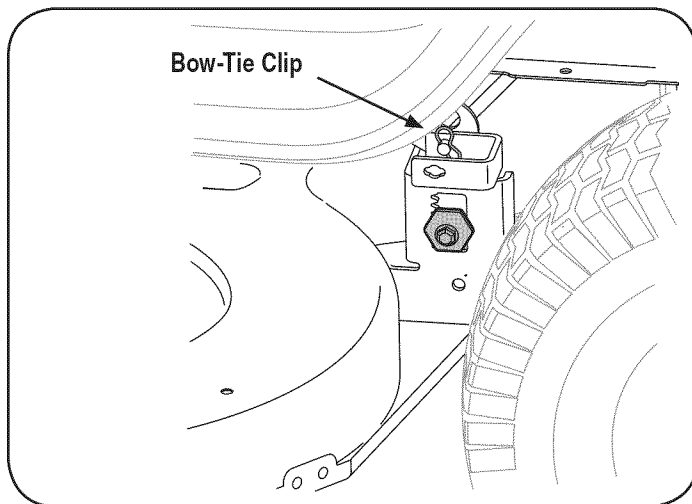

Figura 20
5. En cuanto a la plataforma de corte desde el lado izquierdo del tractor, busque el arco alfiler de corbata que asegura la vara de apoyo de cubierta en la parte trasera izquierda de la cubierta. Véase la figura. 20. Retire el arco alfiler de corbata que asegura la vara de apoyo de cubierta, y retirar con cuidado el apoyo de la cubierta de los brazos de elevación de la cubierta.